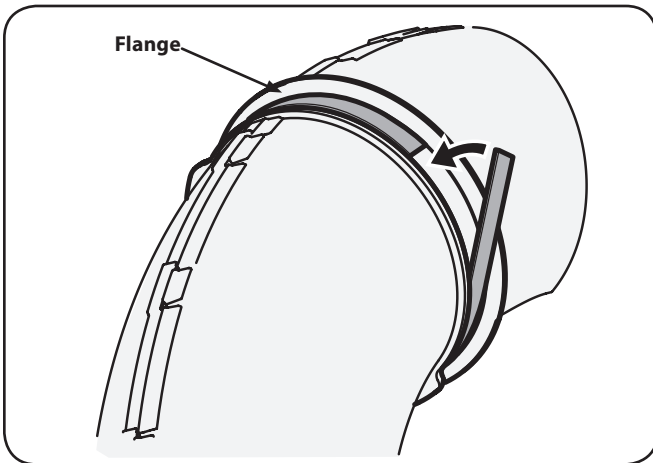

Figura 4-24
14. Quite la parte trasera de la cinta de espuma autoadhesiva (desde 721-04388) que ha sido incluida con el colector de césped. Aplíquelo en la canaleta superior, a ras contra la brida como se muestra en la Figura 4-24.